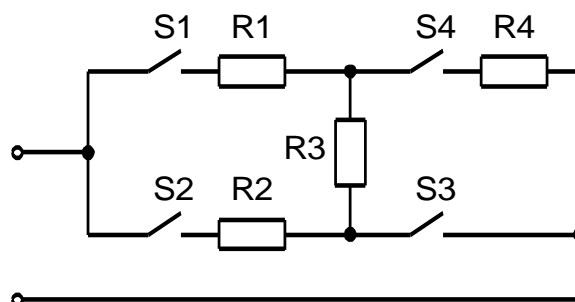

Рис.2
42. До електричного кола прикладена напруга 30 В, опір усіх резисторів по 10 Ом. Яка напруга буде на резисторі R3, якщо включити вимикачі S1 і S3? (Рис.2)